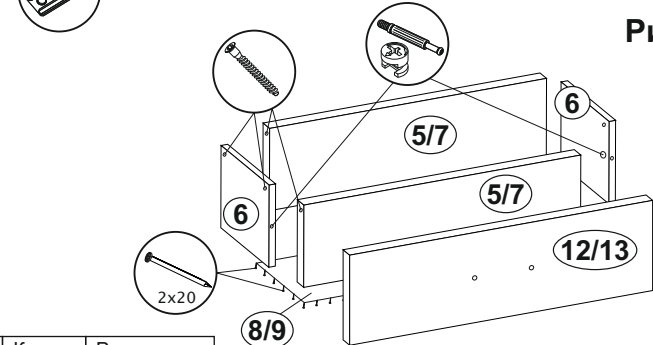

Рис.1.1
7. Произвести сборку ящиков: соединить детали ящика (6,5/7) еврошурупами. Замерить диагонали получившихся ящиков (они должны быть равны:  $\pm 2$  мм) и прибить ДВП (8,9) гвоздями 2x20 (рис. 1.1).
8. Прикрутить ручки к створкам (12,13) шурупами 4x25 (рис.1.1).
9. Установить створки (12,13) на собранные ящики с помощью эксцентриков (рис.1.1).
10. К собранным ящикам прикрутить ответные части направляющих (снизу деталей ящика (6)) шурупами 4x16 (рис.1.1).